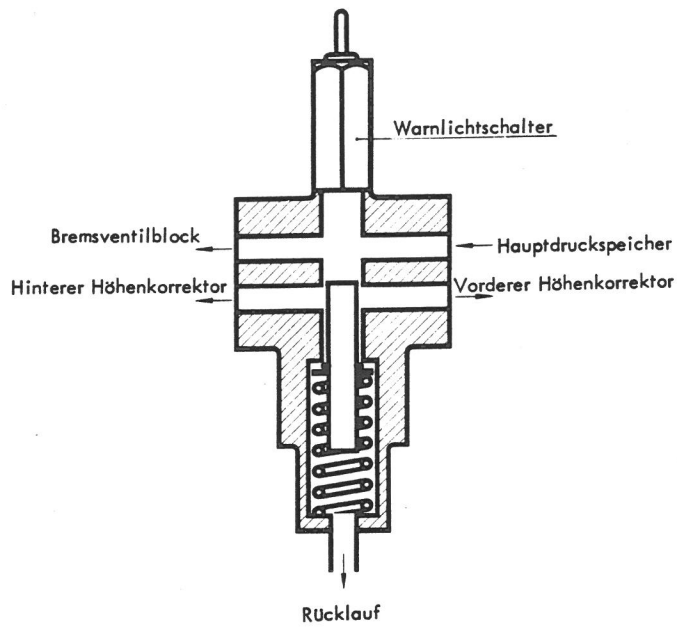

Fig. 27. Snit gennem sikkerhedsventilen.
2. Beskrivelse og funktion af sikkerhedsventil (fig. 27).